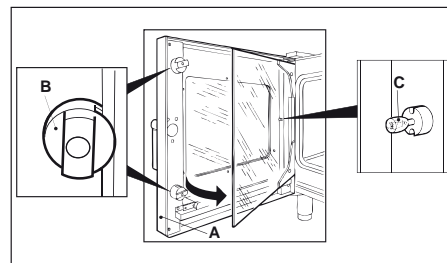

fig. 9
- 1) Abrir a porta do forno (A - fig. 9)
- 2) Rodar as abraçadeiras de plástico (B - fig. 9) de bloqueio do vidro interior e abri-lo como um livro.
- 3) Substituir a lâmpada (C - fig. 9)